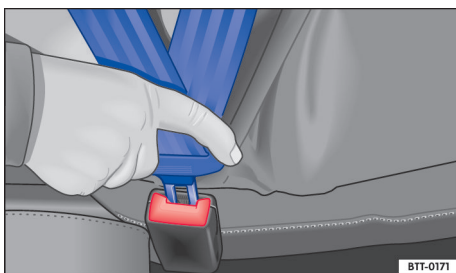

Fig. 31 Introduzir a lingueta do cinto de segurança no fecho do cinto de segurança.
- Introduzir a lingueta do cinto de segurança firmemente no fecho do cinto de segurança pertencente ao assento → Fig. 31.